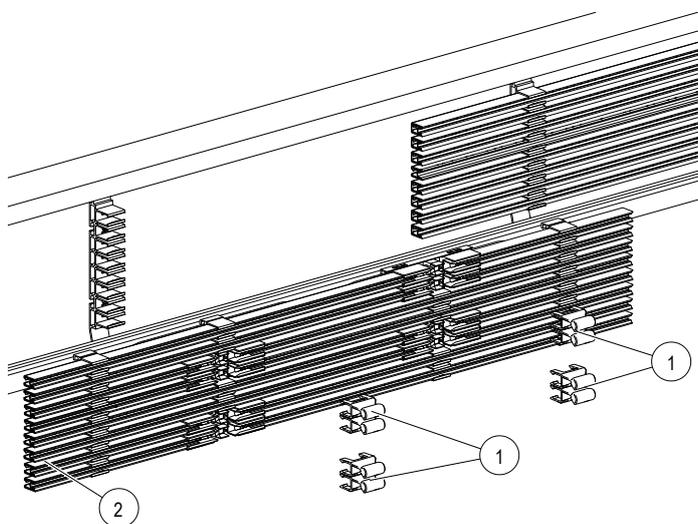
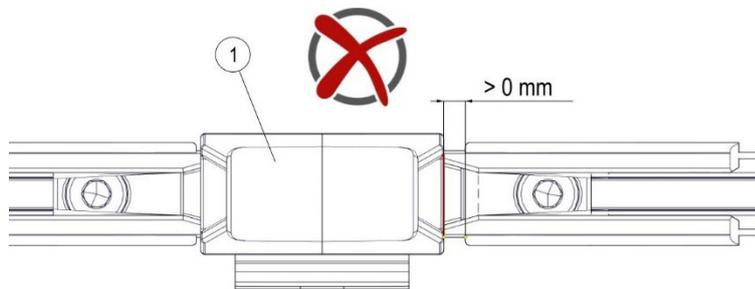

Abb. 71: Einstellhilfen (Pos. 1) in jeden Dehnspalt des Dehnmoduls (Pos. 2) eingeschoben
Abb. 72: Einstellhilfe (Pos. 1) ist falsch montiert
- Falls die Einstellhilfen (Pos. 1, Bestell-Nr.: 08-S902-0002P) vorhanden sind, müssen diese vor der Montage in jeden Dehnspalt des Dehnmoduls (Pos. 2) so eingeschoben werden, dass sie nicht verloren gehen können (siehe Abb. 71 bis Abb. 72).